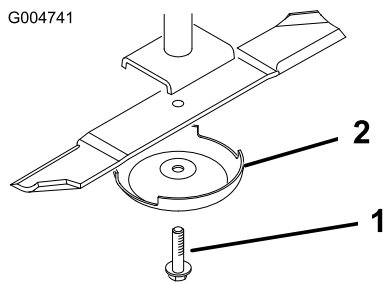

Bild 92
2. Halten Sie das Ende des Messers mit einem stark wattierten Handschuh oder wickeln Sie einen Lappen um es herum. Entfernen Sie die Messerschraube, die Antiskalpierschale und das Messer von der Spindelwelle (Bild 92).